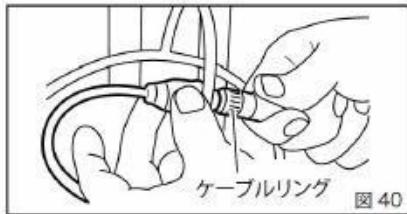

図 40
- ②カメラケーブルが約1周ほど残ったところでコネクタの接続のケーブルリングを緩め外します。(図 40)